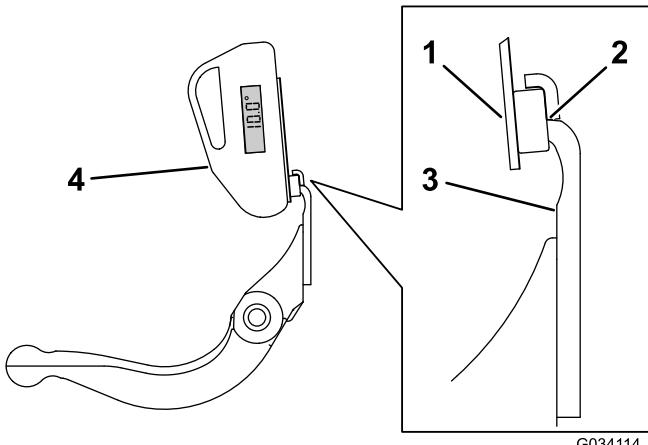

Figure 29
3. Placez l'indicateur d'angle sur le bord de la contre-lame, de manière à adapter le bord de l'aimant avec le bord de la contre-lame (Figure 29).
| 4. Placez l'indicateur d'angle sur le support, comme montré à la Figure 29. | |